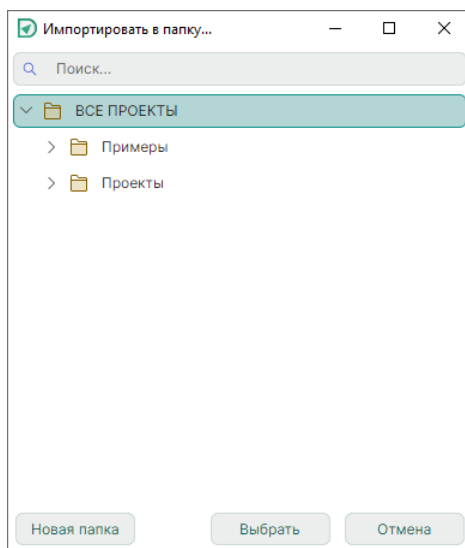

Рис. 65 Выбор папки
2. Если на предыдущем этапе импорт был вызван из главного меню → выберите папку для сохранения импортируемого проекта платы, либо создайте ее, см. Рис. 65.